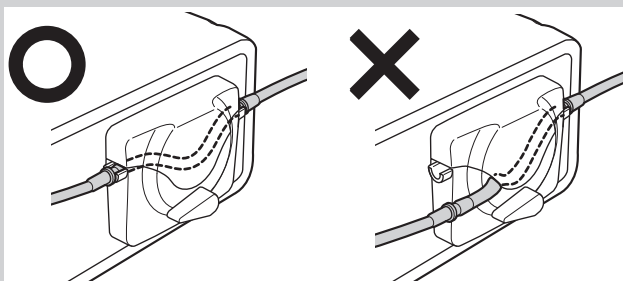

Fig.5
- Veillez à ce que le tube soit bien fixé sur les rouleaux lorsque vous refermez le couvercle de la pompe. Si le tube n'est pas bien positionné sur les rouleaux et que le couvercle est fermé, il pourrait être sectionné ou arraché. (Fig.5)